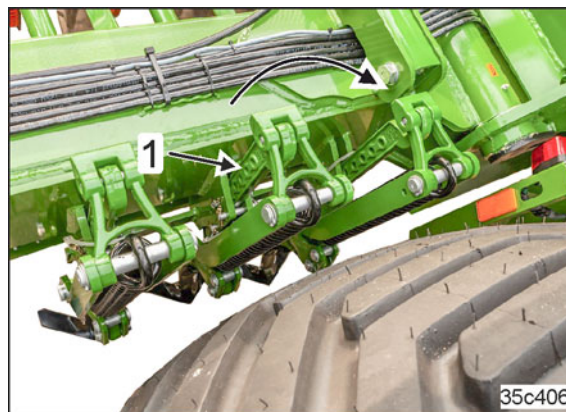

Bild 196
2. Sätt arbetsdjupet på spårluckraren (Bild 196/1) genom att sticka om i rätt position.